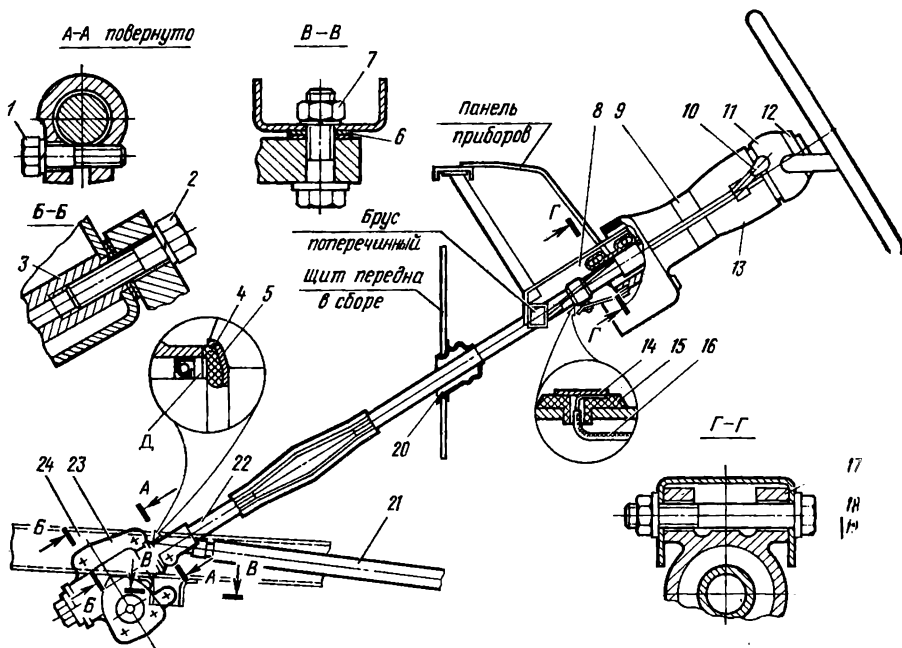
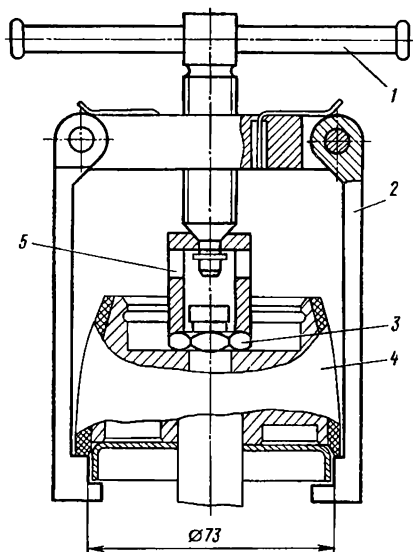

Рис. 153. Рулевое управление:
Рис. 158. Съемник рулевого колеса:
Рулевое управление (рис. 153) состоит из рулевого механизма 23 типа глобоидальный червяк — двухгребневый ролик, вала 22 ру-
**Снятие и установка рулевого колеса.** Для снятия рулевого колеса необходимо: подвести отвертку под оправу кнопки звукового сигнала 11 (см. рис. 153) в вырез и аккуратно, стараясь не повредить ее, снять кнопку со ступицы рулевого колеса; ввести отвертку в гнездо нижнего кожуха 13, отвернуть 3 винта, соединяющие кожуха, снять верхний кожух 9; аналогично, отвернув 2 винта, снять нижний кожух; отвернуть на 2 оборота гайку 3 (рис. 158) крепления рулевого колеса, полностью захватить 2 съемника под удлинитель ступицы рулевого ко-